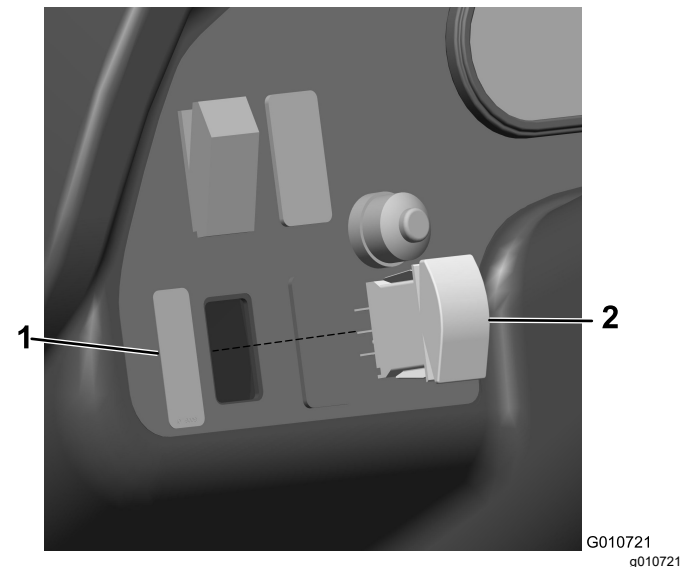

図 2
6. ダッシュボード左側にあるスイッチ取り付け穴をふさいでいるプラグの1つを外して使えるようにする 図 2。
7. ダッシュボードの穴にワークライトのスイッチを嵌め込む 図 2。
8. ワークライト用のデカル 107-8008 を、スイッチの隣にりつける 図 2。